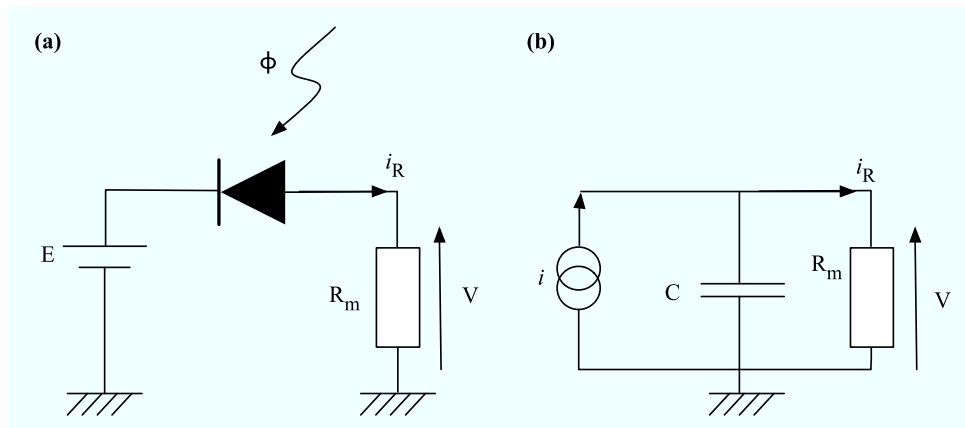

FIG. 1. (a) Montage expérimental — (b) Schéma équivalent
Un montage simple permettant de mesurer un flux lumineux est représenté sur la figure 1. La photodiode se comporte comme un générateur de courant. Elle produit un courant proportionnel au flux lumineux reçu, c'est-à-dire $i = S_d \phi$, avec S_d la sensibilité de la diode (A W^{-1}) et ϕ le flux lumineux incident. On suppose que cette sensibilité ne dépend pas de la fréquence de variation de ϕ . Considérons le montage expérimental (figure 1.(a)). Celui-ci peut être considéré comme un système linéaire. Le signal d'entrée est ϕ , le signal de sortie est la tension V aux bornes de la résistance et que l'on peut aisément mesurer (oscilloscope, carte multifonctions, etc ...).
2. A partir du schéma équivalent de la figure 1.(b), donner l'équation caractéristique de ce système expérimental linéaire. Quel est son ordre?